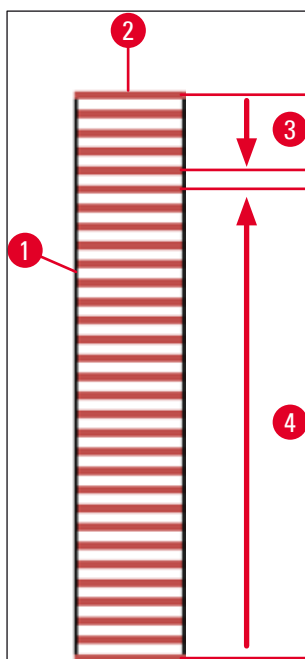

Fig. 74
De første fem objektglas får altid påsat dækglass først, så de ikke tørrer ud under behandling. Derefter flytter stativet opad og fortsætter påsætning af dækglass med det sidste objektglas i stativet (→ Fig. 74).
- Den skematiske visning (→ Fig. 74) af et stativ (→ Fig. 74-1) med brugte objektglas (→ Fig. 74-2) illustrerer rækkefølgen under behandling.